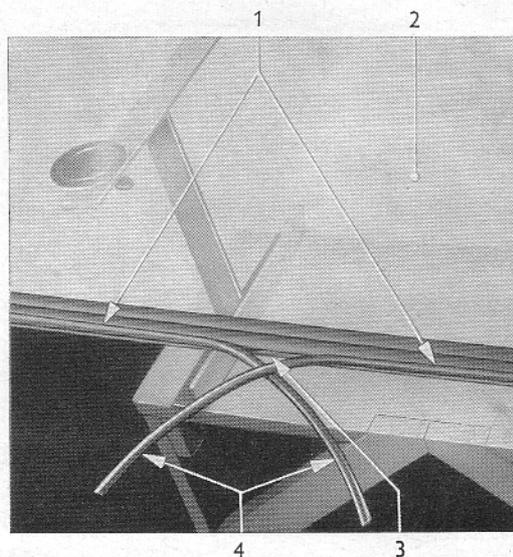

Bild 9 – Rund-Gummischnur als Montagehilfe in Gummifassung an Windschutzscheibe eingelegt
5. Neue Rund-Gummischnur (9/1 bzw. 11/3) – ca. 5000 mm lang – als **Montagehilfe** so in die Rille (9/3) der Gummifassung – in die nach endgültigem Einbau der Karosseriesteg sitzt – einlegen, daß die beiden Enden der Schnur (9/4) in Mitte **Scheibenunterseite** liegen (Bild 9).